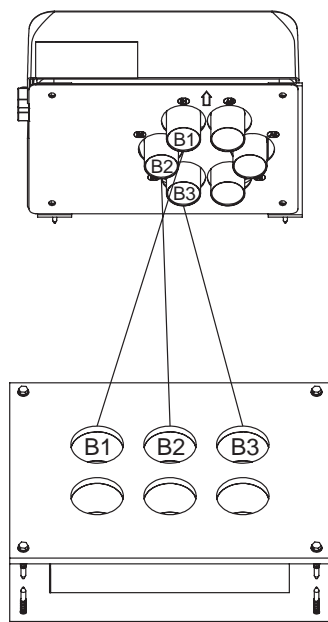
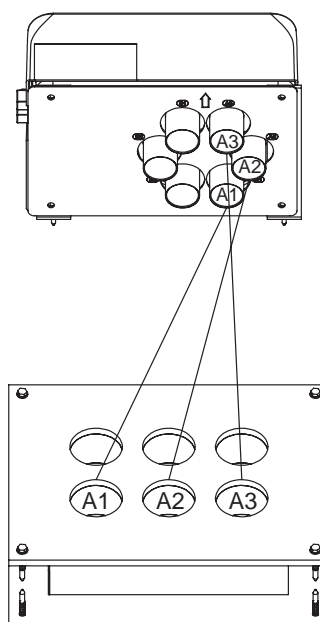

Fig. 40 Montage des tuyaux de retour d'air B1 à B3 sur l'unité de commutation – Vue du bas
Fig. 41 Montage des tuyaux d'arrivée d'air A1 à A3 sur l'unité de commutation – Vue du bas
- ▶ Même procédure pour tous les tuyaux de retour d'air B2 sur B2, B3 sur B3, etc. (Fig. 40), puis pour tous les tuyaux d'arrivée d'air A1 sur A1, A2 sur A2, etc. – Fig. 41.